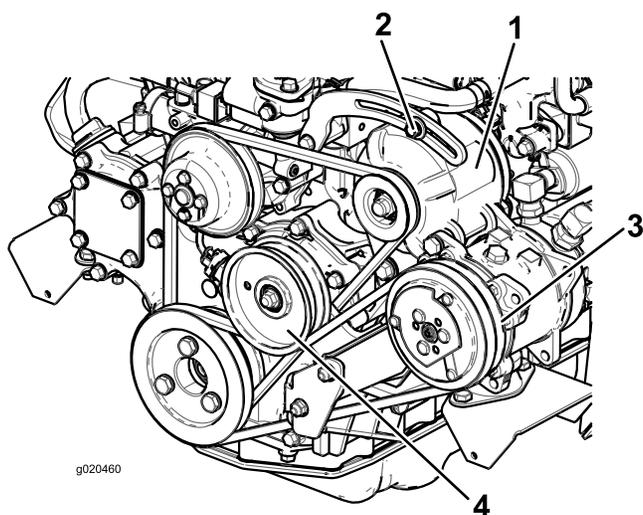

Figura 72
Se la flessione non è di 10 mm, allentate i bulloni di fissaggio dell'alternatore (Figura 72).
2. Se la flessione non è di 10 mm, allentate il bullone di fissaggio della puleggia tendicinghia (Figura 72).